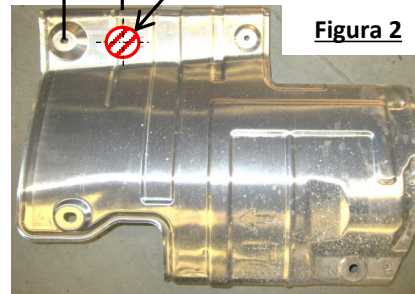

Figura 2
- Bajar el silenciador:** Con una herramienta para extraer el colgante del escape, bajar el silenciador quitando (2) colgantes de goma del silenciador y (1) colgante de goma cerca del diferencial posterior. **NOTA:** Usar un lubricante en aerosol para facilitar la remoción. Igual en ambos lados para modelos con sistema de escape doble. **NOTA:** Usar una correa de trinquete o cuerda elástica para apoyar el sistema de escape antes de retirar los colgantes de goma.
- Quitar el protector de calor:** Con un cubo de 10 mm, retirar (4) pernos que sujetan el protector de calor al vehículo. Guardar los pernos para volver a instalar el protector de calor. Igual en ambos lados para modelos con sistema de escape doble.
- Retirar los tapones de goma:** Con un destornillador plano, retirar (3) tapones de goma de los (3) orificios delanteros en la parte inferior del bastidor. No quitar el tapón de goma más posterior.
- Recortar el protector de calor:** Con unas tijeras de metal o una sierra de copa, recortar el protector de calor para despejar el perno de carruaje posterior y la unión de la arandela, como se muestra. **Ver la Figura 2.**
3. **Retirar los tapones de goma:** Con un destornillador plano, retirar (3) tapones de goma de los (3) orificios delanteros en la parte inferior del bastidor. No quitar el tapón de goma más posterior.
4. Recortar el protector de calor: Con unas tijeras de metal o una sierra de copa, recortar el protector de calor para despejar el perno de carruaje posterior y la unión de la arandela, como se muestra. Ver la Figura 2.